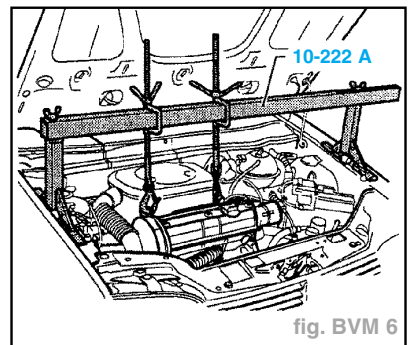

fig. BVM 6
- Monter le dispositif de maintien 10-22A avec les pieds 10-222A/1 (fig. BVM 6).